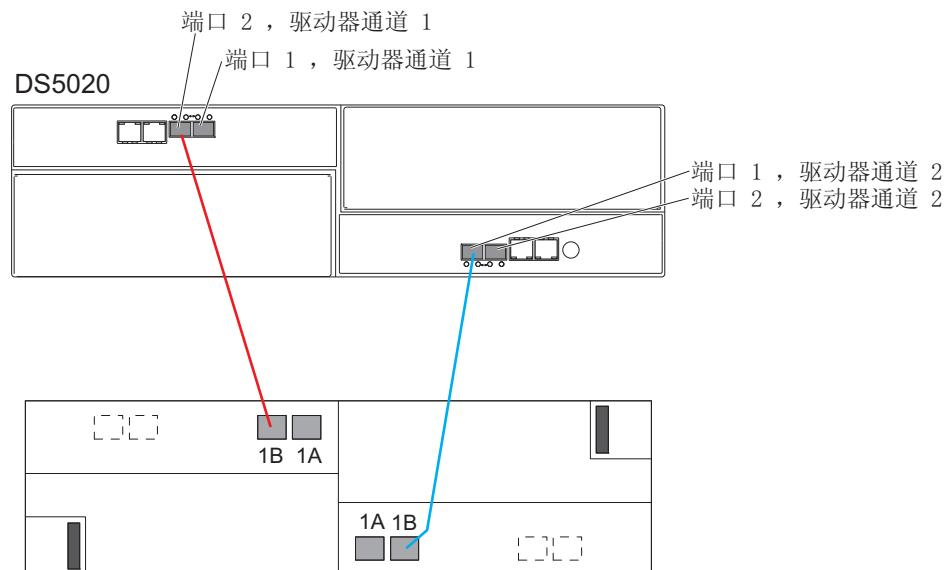

图 37. 用电缆连接一个 DS5020 和一个存储扩展机柜
如果要将一个 DS5020 存储子系统用电缆连接到一个存储扩展机柜，图 37 显示了正确的电缆连接拓扑。
**注：**图 37 说明了 DS5020 和存储扩展机柜之间的驱动器通道连接。不要将图 37 用作电缆连接图。请遵循第 65 页的『DS5020 存储子系统和受支持的存储扩展机柜驱动器电缆连接方案』中的指示信息以获取特定的电缆连接指示信息。